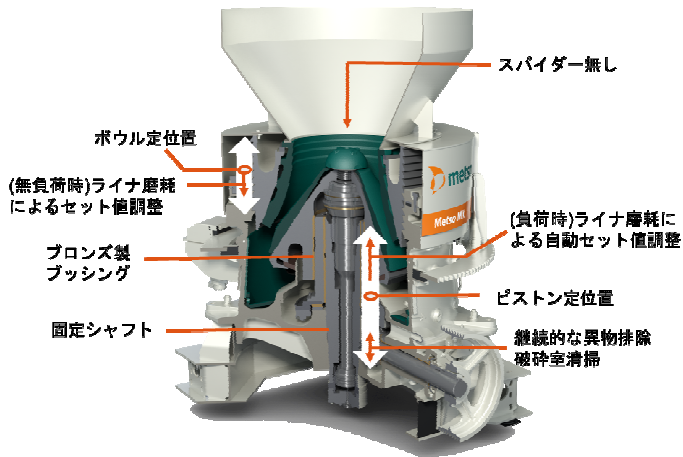

図5 セット調整機構
- 1) セット調整はマントルの位置（負荷時）とボウルの回転（無負荷時）の両方で行うため、セット変更範囲が広くライナーが均等に摩耗する。そのため、ライナーの偏摩耗による能力及び、破碎物の品質低下の影響を最小限におさえる事が出来る（図5）。